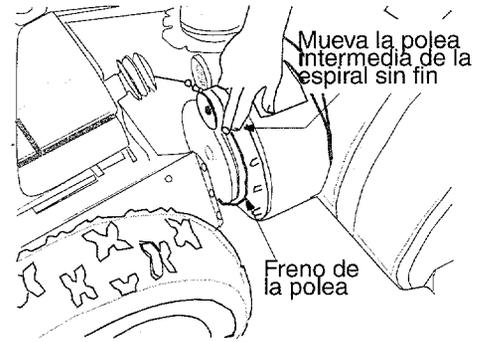

Figura 29
- Para extraer la correa propulsora de la espiral sin fin delantera, empuje la polea intermedia hacia la izquierda. La ménsula de la correa debe moverse hacia afuera. Vea la Figura 29. Levante la correa propulsora de la espiral sin fin delantera de la polea de la espiral sin fin delantera